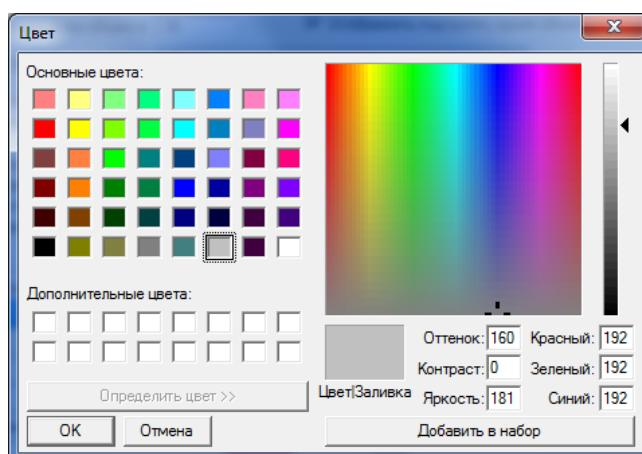

Рисунок 22.6 — Настройка цвета
- **Цвет:** цветом которым будет подсвечиваться данный тип событий в программе. Для изменения цвета дважды щелкните по цвету левой кнопкой мыши. В открывшемся окне *Цвет* выберите цветовой тон и нажмите кнопку *OK*(см. рисунок 22.6).